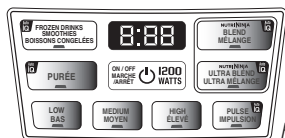

Fig. 1
- 3 Alignez et faites baisser le pichet dans le bloc-moteur. (Fig. 1) La poignée devrait être légèrement alignée à la droite du symbole **VERROUILLER « LOCK »** sur la bloc-moteur.
REMARQUE : Le Système Nutri Ninja^{MC} | Ninja^{MD} Blender Duo™ avec la technologie AUTO-iQ^{MC} peut détecter lequel des récipients est dans le bloc-moteur. Les indicateurs de fonction s'illumineront selon le récipient que vous placez sur la bloc-moteur. (Fig. 1)